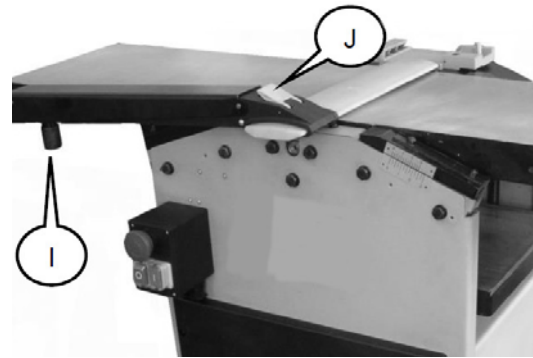

Abb. 20: Einstellung der Messerwellenabdeckung
Schritt 4: Den Brückschutz der Hobelwelle mit der Rändelschraube (I, Abb.20) einstellen.
Schritt 5: Durch Lösen des Arretierknopfes (J, Abb.20) kann der Messerschutz der Hobelwelle seitlich verschoben und der Messerschutz auf die richtige Breite eingestellt werden.
Schritt 6: Nach den Einstellungen, den Arretierknopf (J, Abb.20) wieder festziehen.